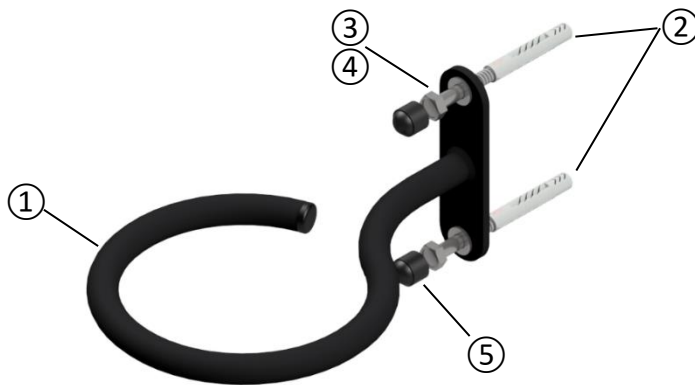

Abbildung 2: Wandhalter mit Montagematerial
Der Medizinball-Wandhalter ① wird montagefertig geliefert. Übernehmen Sie die Bohrmaße aus Abbildung 2 und bohren Sie zwei Löcher mit \varnothing 12 mm und ausreichender Tiefe in die Wand. Achten Sie hierbei darauf, dass die Löcher auf einer vertikalen Linie ausgerichtet sind, sodass der Wandhalter später horizontal hängt und die Bälle sicher gelagert werden.